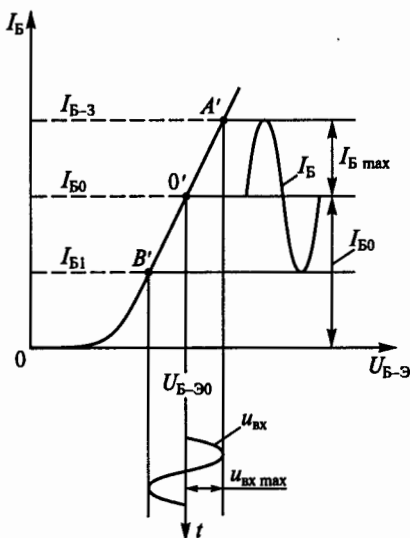

Рис. 203
**8.19.** Усилительный каскад с общим эмиттером работает при условии сохранения формы входного сигнала (режим А). Каким в этом случае должно быть соотношение между током покоя базы  $I_{Б0}$  и амплитудой переменной составляющей тока базы  $I_{Б\max}$  (рис. 203)?